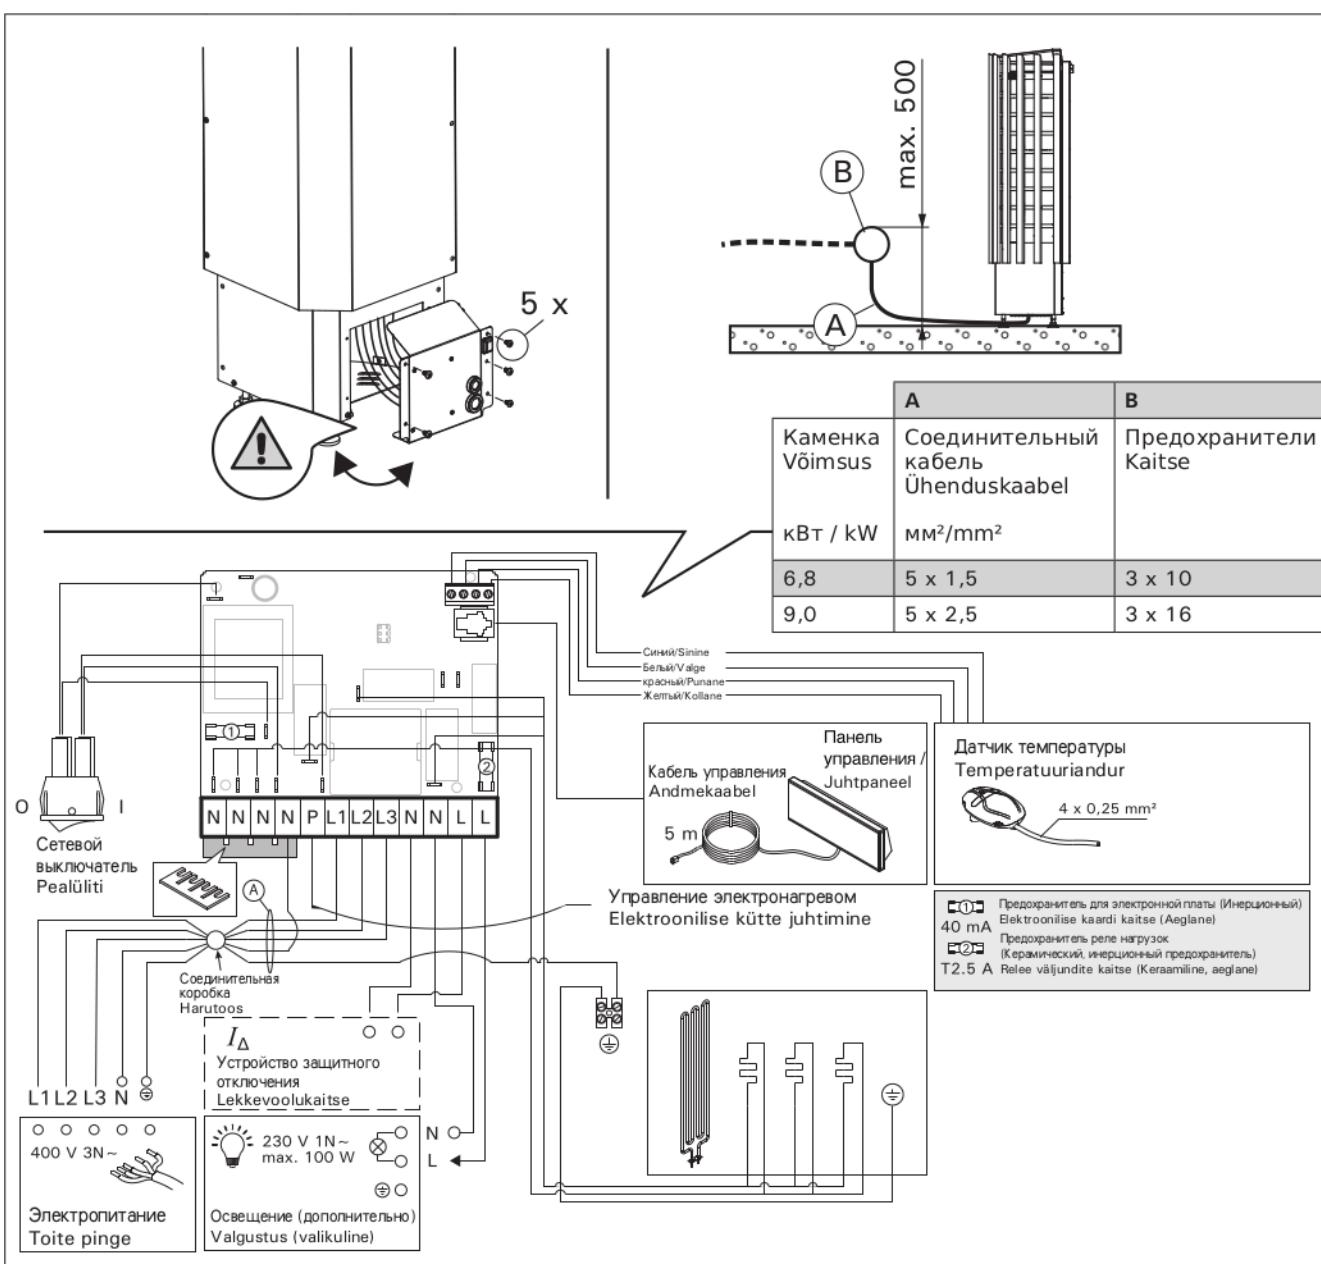

Рисунок 5. Электромонтаж
- Каменка гибким проводом подсоединяется к соединительной коробке (рис. 5: B) на стене сауны. Соединительная коробка должна быть брызгозащищенной и находиться на расстоянии не более 500 мм от пола.
- В качестве кабеля (рис. 5: A) следует использовать резиновый кабель типа HO7RN-F или подобный.
- Кроме клемм питания каменки TRC70EE/TRC90EE оснащены также клеммой (P), которая делает возможным управление электрическим нагревом (рис. 5). Управляющее напряжение передается от каменки, когда она включена. Кабель управления электронагревом подводят прямо к соединительной коробке каменки и дальше с помощью резинового кабеля, равного по сечению соединительному кабелю, к клеммнику.